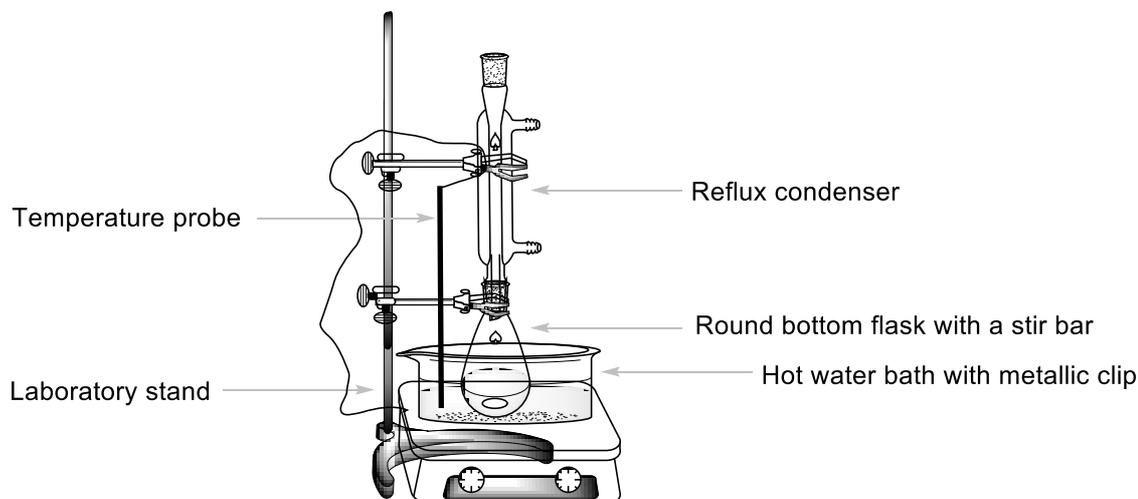

Figura 1. Attrezzatura per il riscaldamento della miscela di reazione nel bagno ad acqua.
3. Immergi il pallone nel bagno ad acqua caldo. Connetti sul pallone un condensatore a riflusso ad aria (la connessione con l'acqua non è necessaria) e bloccalo (non strettamente) nella parte alta tramite la pinza larga, come mostrato in Figura 1. Lascia che il composto **A** si scioglia con l'agitazione.
Preriscalda il bagno ad acqua a 80 °C. Inserisci un'ancoretta magnetica nella beuta Erlenmeyer con giunto smerigliato da 50 cm³ contenente la fase organica **O2** ottenuta nel passaggio II.6, e aggiungi 0.300 g di 2,4-dinitrofenilidrazina (**DNPH**). In un cilindro graduato misura 10 cm³ di etanolo. Lava la vial di vetro con 5 × 2 cm³ di etanolo usando la pipetta Pasteur di vetro, e trasferisci quantitativamente tutto il **DNPH** nella beuta. Colloca la beuta Erlenmeyer nel bagno ad acqua caldo, attacca il condensatore a refluxo (similmente al disegno in Figura 1) lavato con etanolo. Aggiungi 3 cm³ di HCl al 20% dalla parte alta del condensatore usando un imbuto, e porta in agitazione la miscela di reazione a 80 °C per 2 minuti. Cominceranno a formarsi dei piccoli cristalli arancioni del prodotto **C**. A questo punto spegni il riscaldamento dell'agitatore magnetotermico. Solleva la beuta della reazione al di sopra del bagno ad acqua. (*Attenzione!* Tocca solo la pinza, la beuta è bollente.) Utilizzando la pinza, fai raffreddare la miscela di reazione per 15 min e poi immergi la beuta in un bagno ad acqua freddo (preparato versando acqua fresca dal rubinetto in un beaker da 150 cm³).